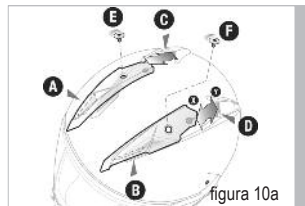

figura 10a
**SOSTITUZIONE CON CARTER PER TRASFORMAZIONE CASCO IN INTEGRALE** Vedi figura 10a/b